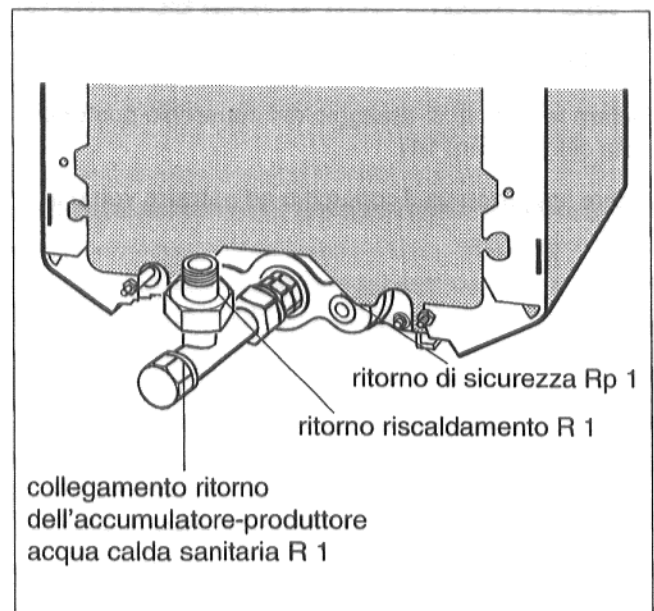

Fig. 12
7.1 Ritorno riscaldamento (Fig. 12)
(Fig. 12 e 13)